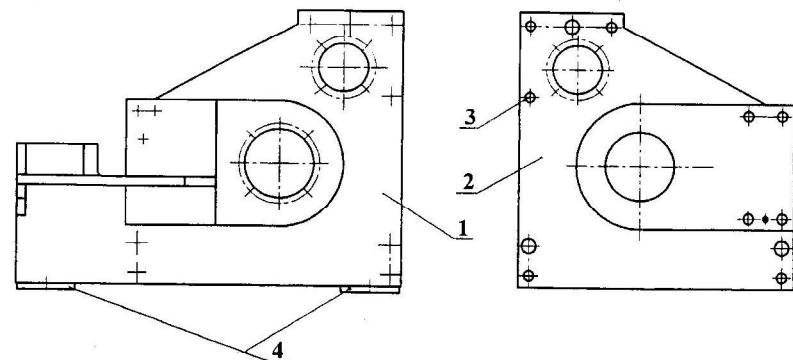

Рис. 5. Станина
6.3.1 Станина (рис. 5) представляет собой сварную конструкцию коробчатой формы, состоящую из стенки 1 и крышки 2, соединенных между собой болтами 3. В нижней части станины приварены лапы 4, с помощью которых ножницы устанавливаются на фундамент.